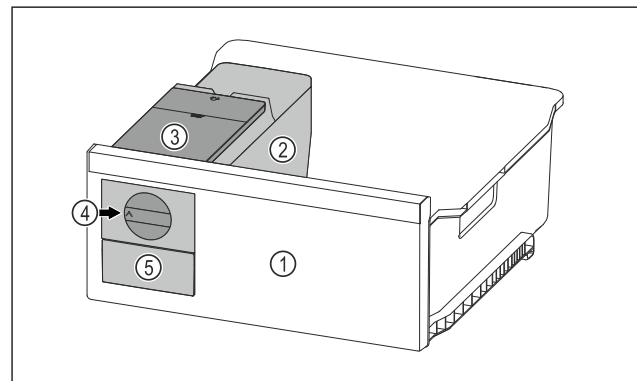

Fig. 109 Beispielhafte Darstellung
- ▶ Drehknopf Fig. 109 (4) im Uhrzeigersinn bis zum Anschlag drehen.
- ▶ Eiswürfel fallen aus der Eiswürfelschale in das Eiswürfelschubfach Fig. 109 (5).